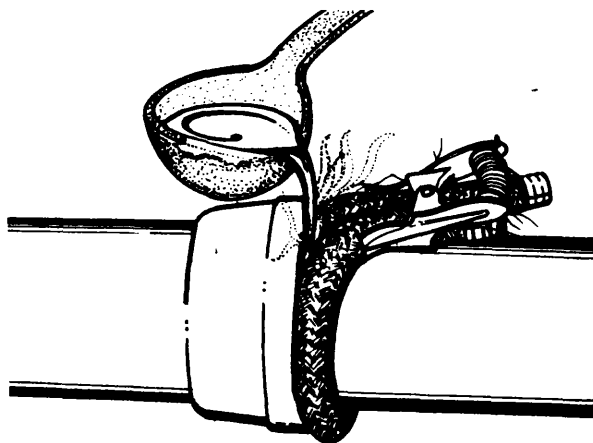

Fig. 7
- 3º paso Vacíe el plomo, siguiendo los pasos 1, 2 y 3 del caso I, espere uno o dos minutos y saque la culebra (fig. 7).